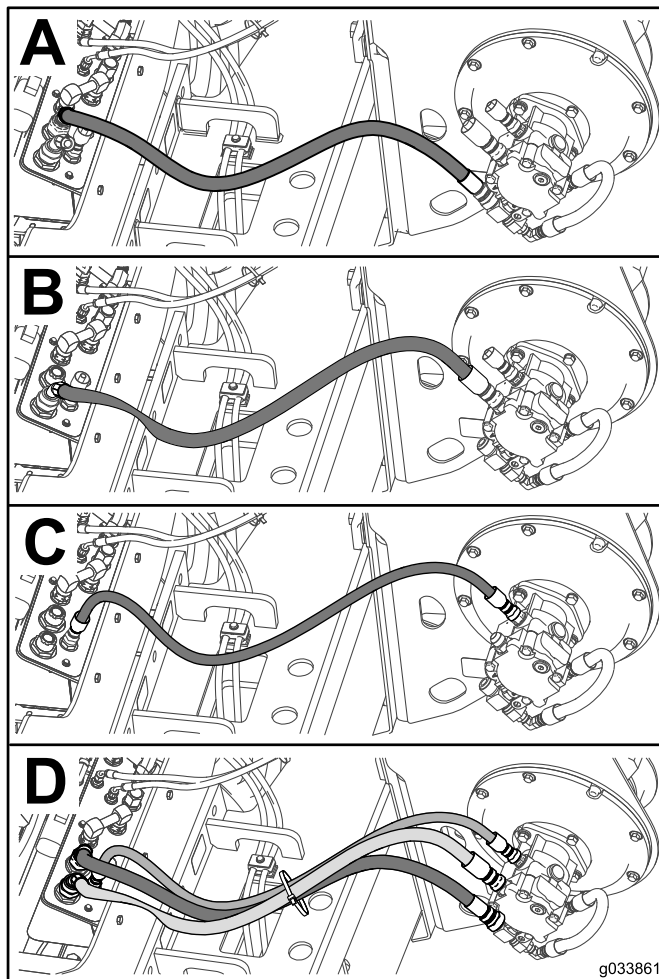

Рисунок 10
1. Установите 50-дюймовый шланг со штуцером F16, как показано на виде А на Рисунок 10.
4. Подсоедините другой 50-дюймовый шланг со штуцером F12, как показано на виде В на Рисунок 10.
7. Подсоедините 46-дюймовый шланг, как показано на виде С на Рисунок 10.
10. Закрепите шланги с помощью кабельной стяжки (вид D на Рисунок 10).